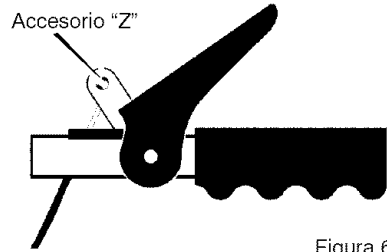

Figura 61
Para asegurarse de que estén bien ajustados, suelte el accesorio "Z" en la palanca de propulsión (Figura 61).
5. Desconecte el **accesorio "Z"** de la **palanca de propulsión** (Figura 61).
11. Instale el **gancho "Z"** en la **palanca de propulsión** (Figura 61).